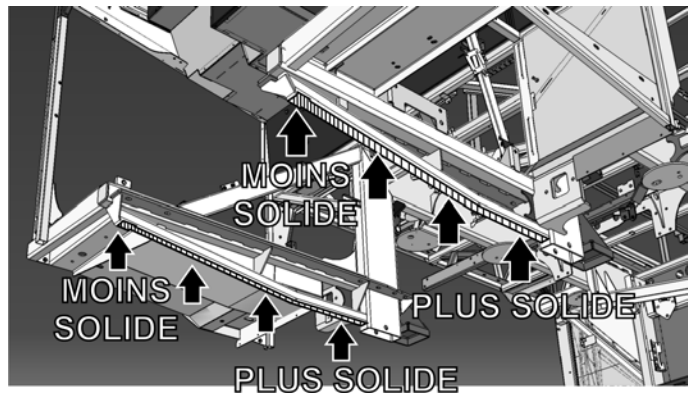

FIGURE 53: POINTS DE LEVAGE NON APPROUVÉS POUR LE REMORQUAGE PAR L'ARRIÈRE. LONGERONS SOUS LES RAILS DE BERCEAU MOTEUR.
En situation d'urgence ou si le véhicule doit être déplacé sur une courte distance, les longerons pourraient être utilisés comme points de levage. De préférence, effectuer le levage à l'endroit le plus solide sur les longerons, c'est à dire près des montants du sous-châssis arrière (Figure 53).
**Le levage par le berceau moteur est à éviter. Il devrait être réalisé seulement si le levage par les longerons Figure 53 est impossible.**